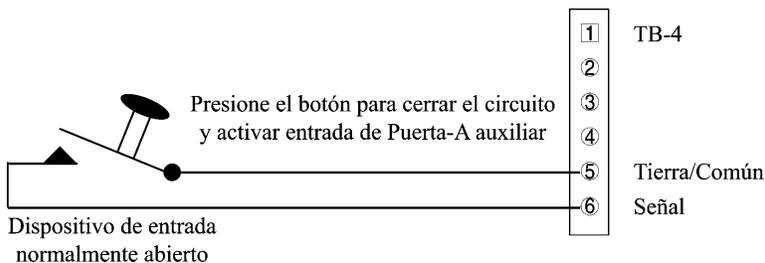

Figura 10: Conexión a entrada Auxiliar de RTE a puerta A.
- El controlador master (001) puede ser configurado con Entrada Auxiliar RTE a Puerta A (vea Figura 10)
- Controlador esclavo puede ser configurado con entrada RTE Auxiliar a Puerta A (vea Figura 10)